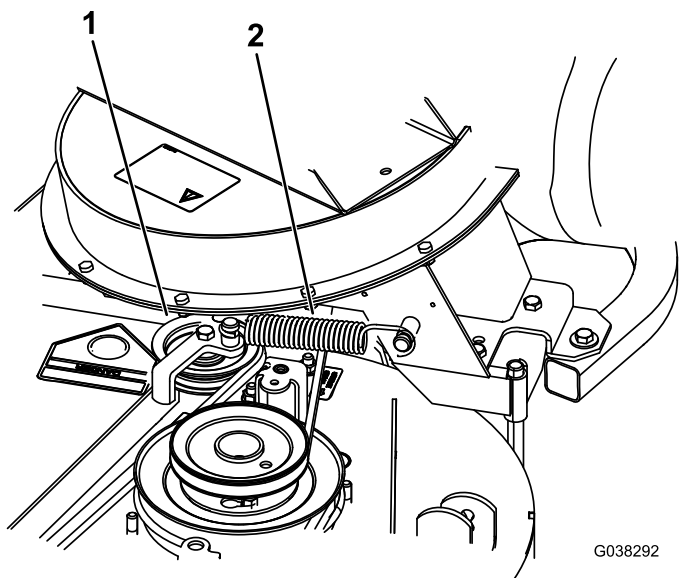

Figure 57
- Montez le ressort comme montré à la Figure 57.
- Placez la courroie sur la poulie de tension rappelée par ressort (Figure 57).